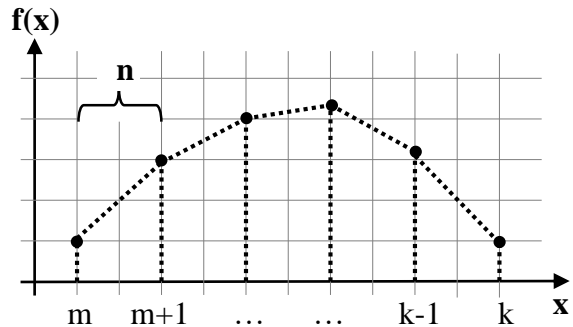

Bild 20: Prinzipskizze zur Trapezregel, Messpunkte (•),
b) Implementieren Sie eine Funktion integrieren, welche das Integral zwischen den Stützstellen k und m mit der Trapezregel berechnet (Bild 20). Dabei wird der Flächeninhalt unter dem Integral durch Trapeze genähert. Die Funktion integrieren soll als **Parameter** einen Pointer auf das betreffende Listenelement sowie die Indices m und k des Geschwindigkeitsarrays übergeben bekommen. Der Rückgabewert ist der Wert des Integrals vom Typ double. Der Stützstellen-abstand n beträgt gemäß Aufgabe 0.001.